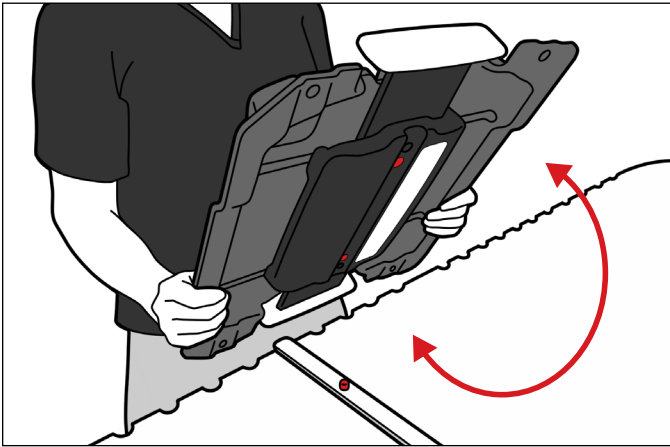

Fig. 2
2. La base del soporte de rodillas puede instalarse en la configuración pequeña o grande dándole la vuelta. (Figs. 2 y 3)